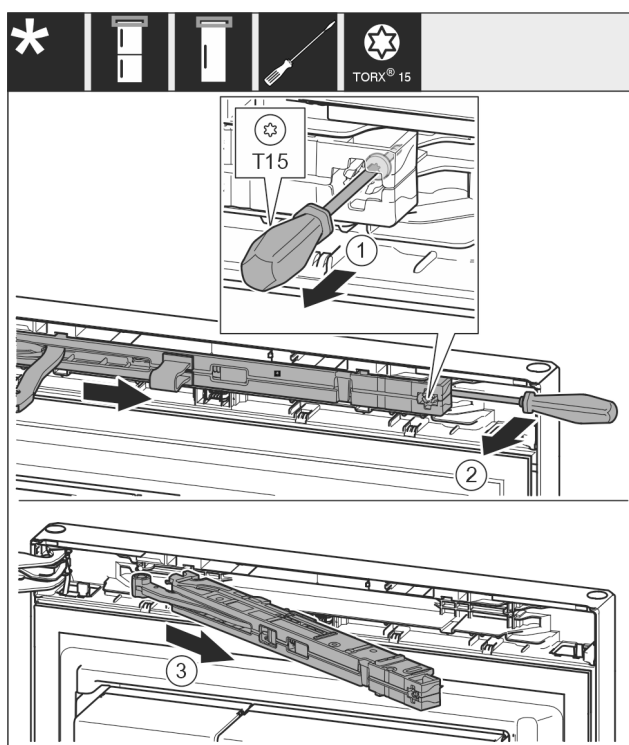

Fig. 11
- Odkręcić śrubokrętem śrubę Fig. 11 (1) na amortyzatorze zamykania drzwi na 14 mm.
- Wyczepić amortyzator zamykania drzwi Fig. 11 (2) śrubokrętem po stronie uchwyty.
- Wyjąć amortyzator zamykania drzwi Fig. 11 (3).